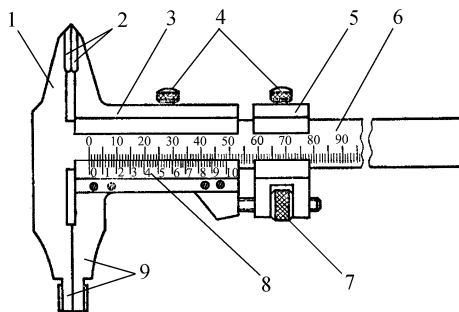

图 1-1-4 游标卡尺的结构形式之二
(2) 测量范围为 0~200 mm 和 0~300 mm 的游标卡尺,可制成带有内外测量面的下量爪和带有刀口形的上量爪的形式,如图 1-1-4 所示。